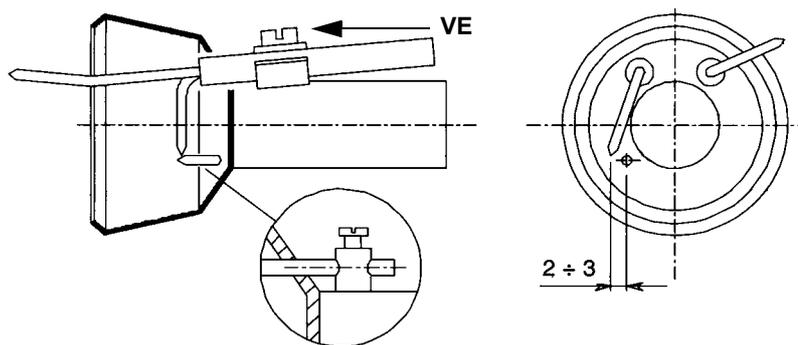

Рис. 37
- Проверка запальных и контрольных электродов (Е на Рис. 36b); чистка, при необходимости корректировка положения и замена (см. Рис. 37);
Для гарантированного хорошего розжига горелки, необходимо, чтобы были выдержаны размеры, указанные на Рис. 37.